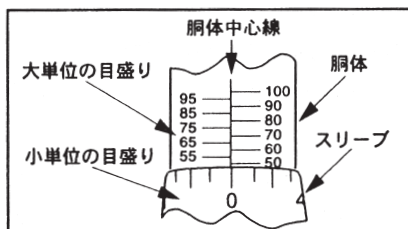
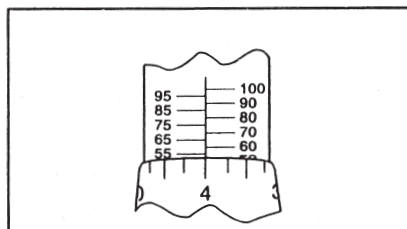

図2 トルク設定50の場合
図3 トルク設定54の場合
3. ロックリングをロック解除位置で押さえたまま、下の図2および図3に示すようにハンドルまたは胴体を回転して、トルクレンチを希望のトルク値に設定します。